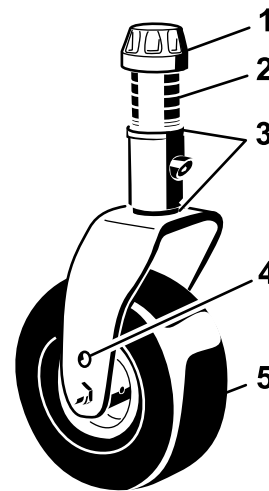
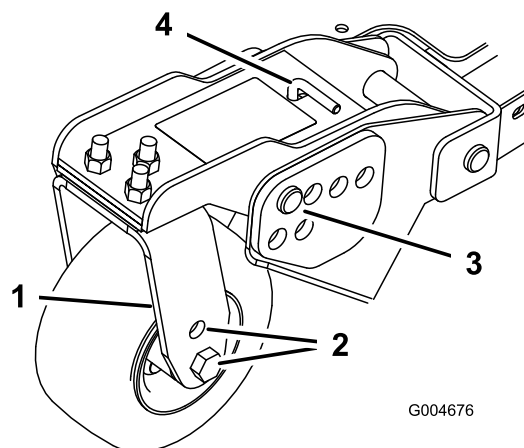
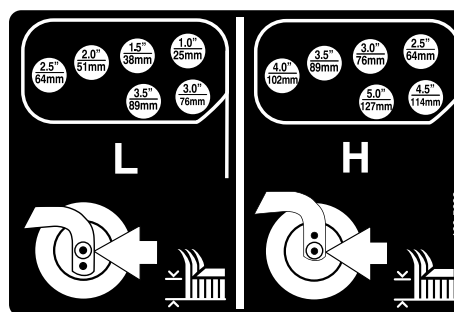

Рисунок 21
Рисунок 23
Рисунок 24
- Поместите оси поворотных колес в одинаковые отверстия во всех вилках поворотных колес (Рисунок 21 и Рисунок 23).
- Снимите колпачковую гайку с вала шпинделя и извлеките шпindelь из рычага поворотного колеса (Рисунок 21).
- Извлеките игольчатые шплинты и шплинтуемые штифты из рычагов поворотных колес (Рисунок 23).
- Поверните натяжную тягу, чтобы поднять или опустить поворотный рычаг до совмещения отверстий с выбранными отверстиями кронштейна высоты скашивания в раме деки газонокосилки (Рисунок 23 и Рисунок 24).